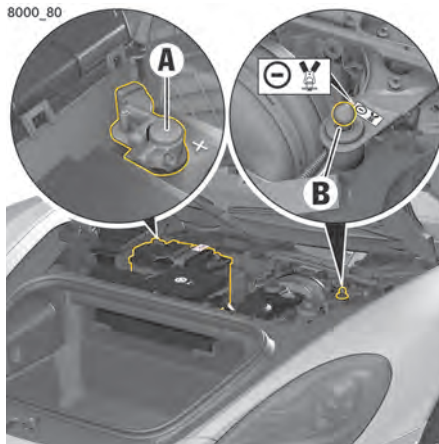

図 144 : バッテリー端子
- ▶ ジャンパーケーブルによるエンジンの始動時は、黒色のマイナスケーブルを絶対にバッテリーへ直接接続しないでください。必ず充電器の黒色のマイナスケーブルをアース箇所（マイナス端子）B（図 144）に接続してください。